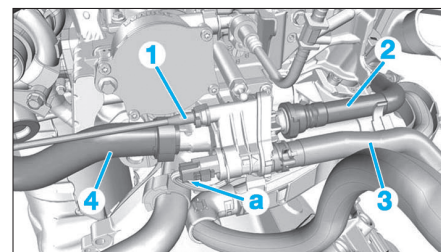

Fig. 23
- les durits (1), (2) et (3) (Fig.23),
- le tuyau (4).